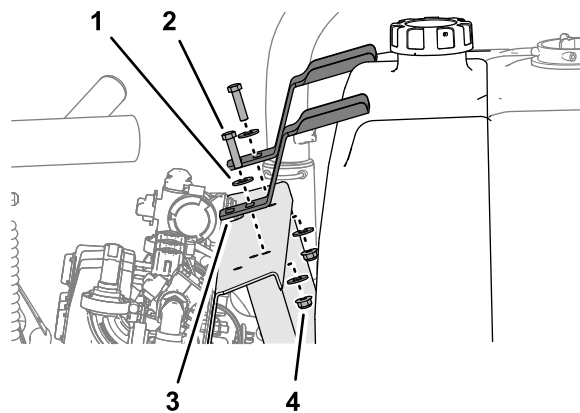

Figure 4
5. Retirez les 2 boulons, les 4 rondelles et les 2 contre-écrous à embase qui fixent les 2 pattes de maintien du réservoir de rinçage sur le support de vanne, et déposez les pattes de maintien (Figure 4).